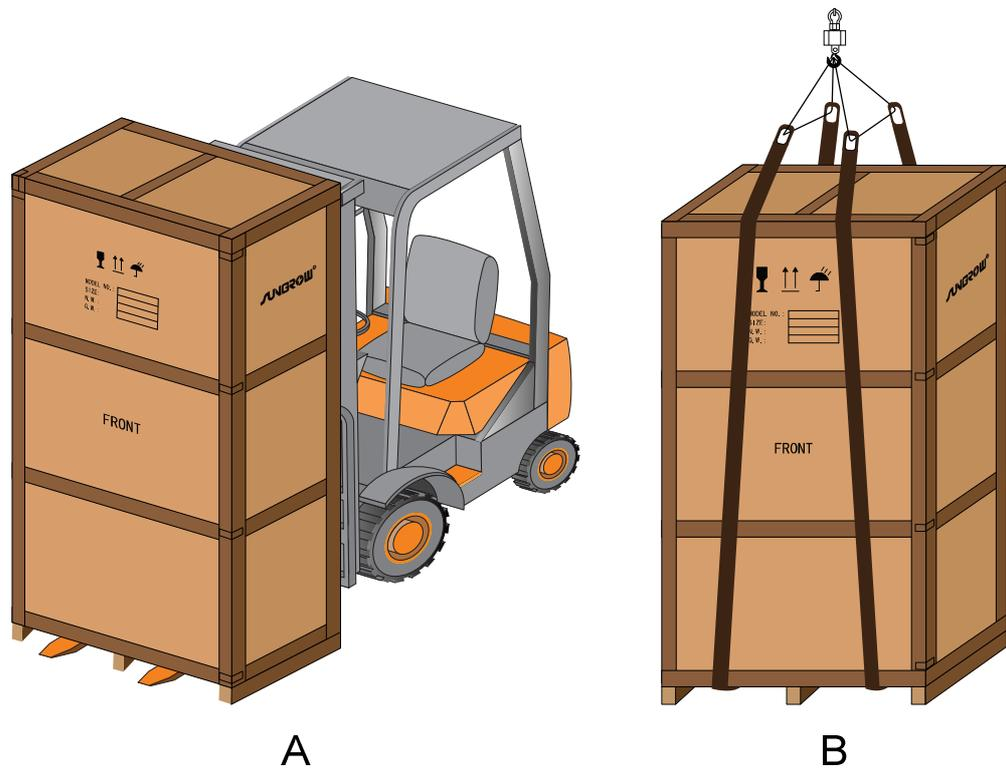

图7-1 带包装逆变器运输
未拆卸包装的逆变器可以使用叉车、起重机货叉或者吊车进行移动，图 7-1。移动时，需要注意包装上所标的重量，确保设备具备足够的承载能力。SG100K3 的重心在前后、左右对称，偏下部的位 置，运输时应合理排布支撑或起吊点。
- 叉车运输方式是标准运输方法。运输时箱体的重心应落在叉车的两根货叉之间。逆变器的尺寸较大可能会挡住驾驶员的视线，应由辅助人员配合。其移动方法见图 7-1 A。
- 起吊运输时，推荐使用两头扣柔性吊带（可向阳光电源股份有限公司订购），并使吊带均衡受力，图 7-1 B。